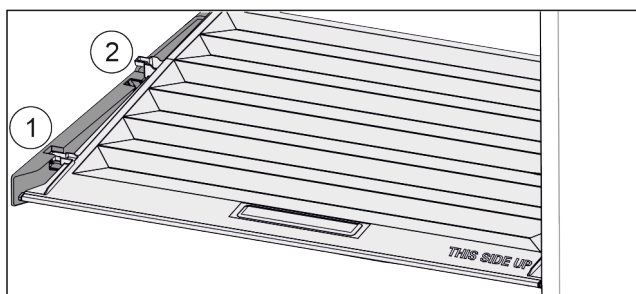

Fig. 142
- ▶ Trekk dekselet til åpningen i holdedelene fremover Fig. 142 (1).
- ▶ Løft ut nede bak og ta opp og ut Fig. 142 (2).